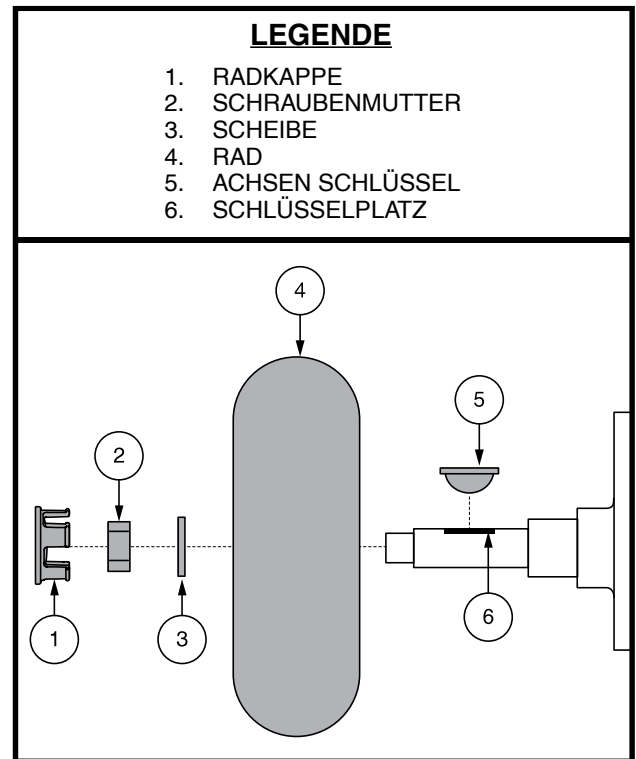

Abb. 31. Reifenradenthebung
3. Entfernen Sie die Schraubenmutter und Unterlegscheibe des Antriebsrades von der Radnabe. **Siehe Abb. 31.**
4. Entfernen Sie die Schraubenmutter und Unterlegscheibe des Antriebsrades von der Radnabe. **Siehe Abb. 31.**
9. Schieben Sie das neue Rad wieder über die Radachse. Versichern Sie sich, dass der Achsenschlüssel in seinem Schlüsselplatz ist. **Siehe Abb. 31.**